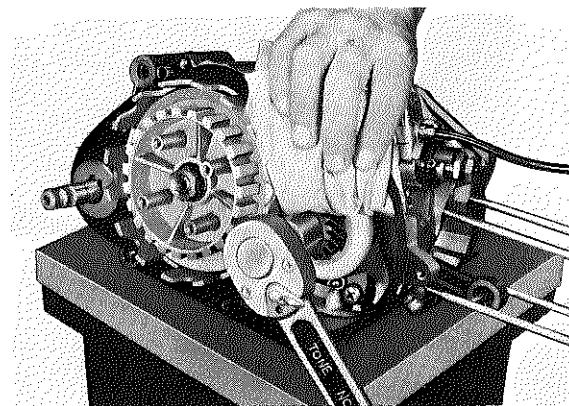

Fig. 3-2-7
3. Loosen primary drive gear by first placing a folded rag (at least 4 layers) between the teeth of the primary gears to lock them as shown in the figure. Then loosen drive gear nut. Remove nut, then pump drive gear and knock pin. (Fig. 3-2-7)
3. Bloquer le pignon d'attaque primaire en plaçant un chiffon plié (au moins 4 épaisseurs) entre les deux roues dentées de réduction primaire, comme indiqué sur la figure. Ensuite, desserrer l'écrou du pignon d'attaque, puis enlever l'écrou, le pignon de commande de pompe et la clavette. (Fig. 3-2-7)
3. Einen zusammengerollten Lappen (mindestens 4 Lagen) zwischen den Zähnen des Primär- und Primärabtriebsrades einklemmen, wie es in der Abbildung gezeigt ist. Dann die Befestigungsmutter des Primärantriebsrades lösen. Mutter, Pumpenantriebsrad und Haltestift entfernen. (Fig. 3-2-7)